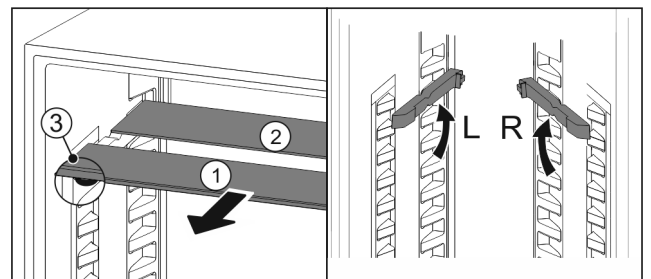

Fig. 98
- ▶ Glasplatten einzeln nach vorne herausziehen Fig. 98 (1).
- ▶ Glasplatte Fig. 98 (1) mit Zierleiste liegt vorne.
- ▶ Stopps Fig. 98 (3) zeigen nach unten.